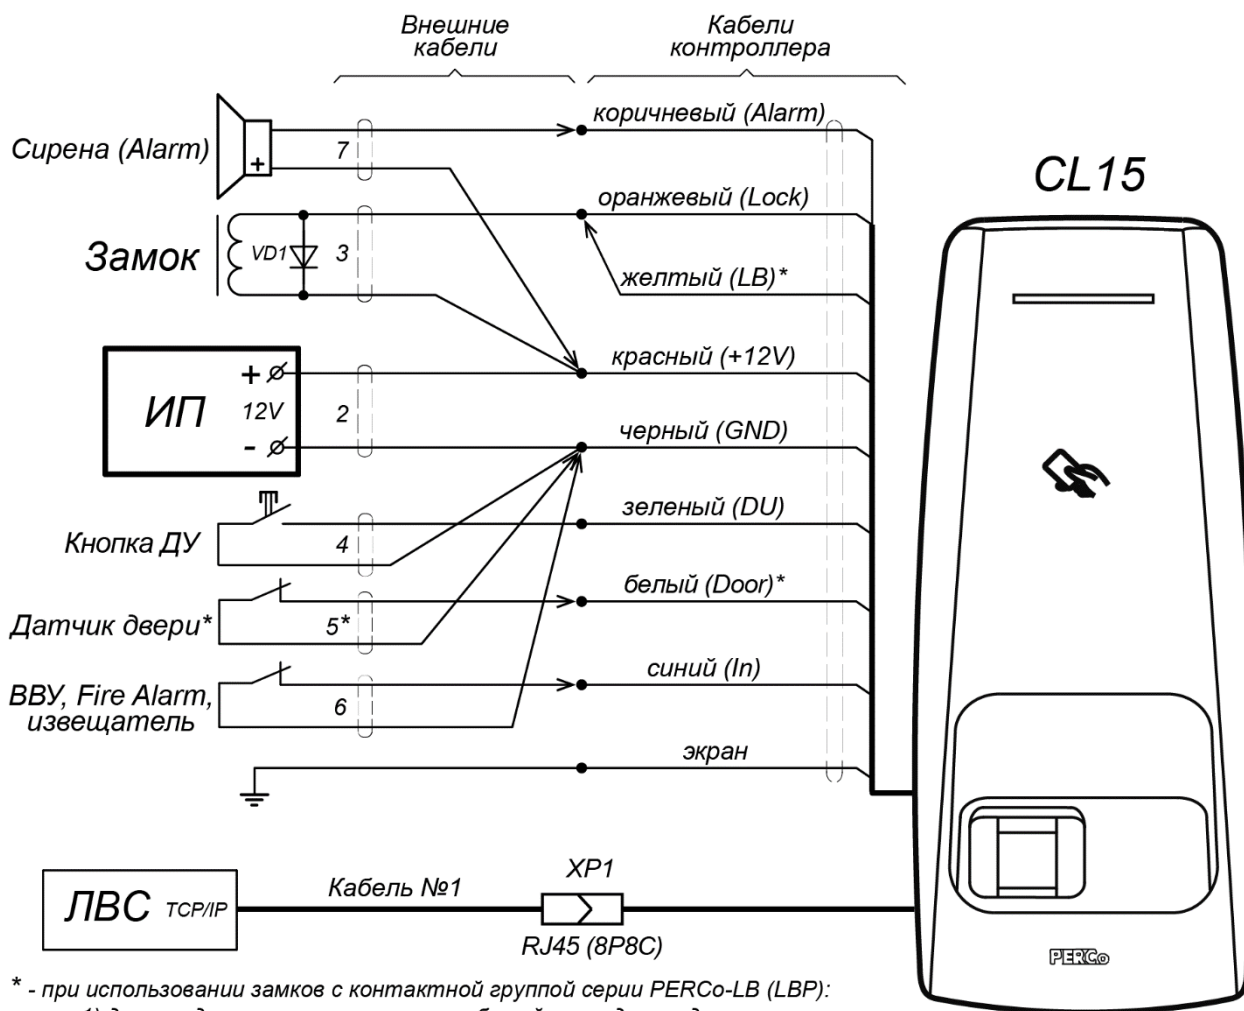

Рисунок 3. Схема подключений PERCo-CL15 для управления односторонним замком
Подключение к контроллеру осуществляется согласно схемам, представленным на рис. 3 - 10. Используемые типы кабелей указаны в табл. 3.
2. Произведите разделку двери и монтаж замка (защелки) в соответствии с их эксплуатационной документацией. Подключите кабель №3 (см. рис. 3, табл. 2) к замку (защелке).
3. Установите кнопку ДУ («Выход»). Место для монтажа кнопки ДУ должно выбираться, исходя из соображения удобства ее (например, рядом с дверью). Подключите кабелем №6 (см. рис.3, табл. 2) к кнопке ДУ.
двери таким образом, чтобы при закрытой двери обеспечивалось устойчивое замыкание контакта датчика. Подключение производится кабелем №7 (см. рис.3, табл. 2). В случае использования замка с контактной группой серии **PERCo-LB (LBP)** установка геркона не требуется, в этом случае в роли датчика двери выступает контактная группа замка. Вход *Door* контроллера в этом случае должен оставаться не подключенным.
- При необходимости совместной работы двух контроллеров для обслуживания двухсторонней двери, произведите монтаж и подключение второго контроллера. Схема подключения представлена на рис. 5-4. Подключение производится параллельно по цветам проводов (не показано подключение кнопки ДУ, она в этом случае, как правило, не используется), а также сирены и устройства к входу *In* - при необходимости они могут подключаться по отдельности к любому из контроллеров по схеме на рис. 3). Синхронизация работы двух контроллеров производится по *Ethernet*.
1. Подключите кабели от устройств к штатному кабелю контроллера согласно схемам, на рис. 3 - 9.
2. Смонтируйте при необходимости дополнительное оборудование (например, датчик *FireAlarm*, ВВУ, сирену и т.д.). Подключите кабели №6 и №7 (см. рис. 3 и 10, табл. 2) к дополнительному оборудованию.
4. Установите ИП на место его постоянной эксплуатации. Подключите кабель №2 (см. рис. 3, табл. 2) к ИП и контроллеру.